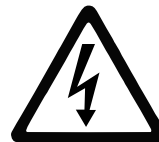

Рис. 7 – Замена аккумуляторов (приемник)
1. Выключив устройство, отверните крышку отсека аккумуляторов на верхней трубке (Рис. 7). При необходимости извлеките аккумуляторы.